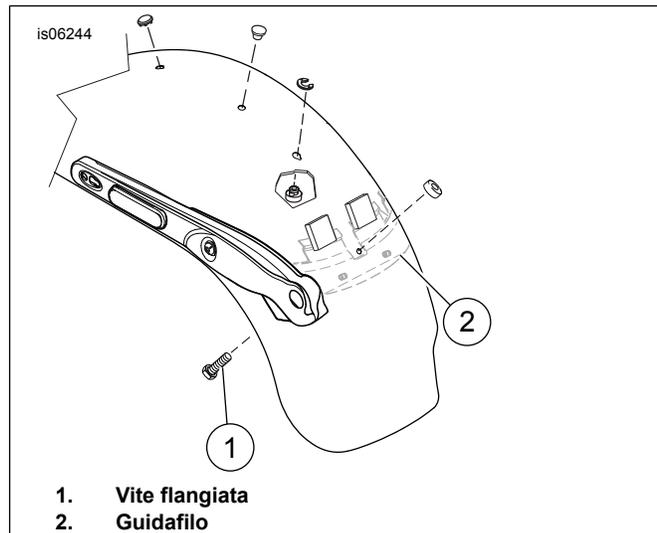

Figura 3. Installazione della cinghia di appiglio – modelli FXDWG
4. Dall'interno del parafango, inserire la vite flangiata nel foro di montaggio della cinghia di appiglio sul parafango. Fissare la vite con il dado di fissaggio della sella. **Per i modelli FXDWG 2010 e anni successivi:** Vedere Figura 3. Verificare che la testa della vite flangiata (1) non tocchi il guidafilo (2) e che sia installata contro il parafango.